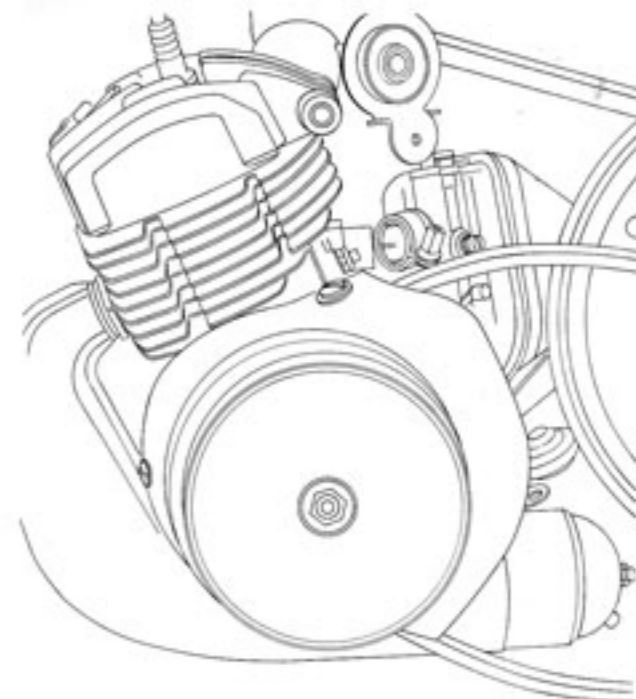

Fig. 4
- Placer le moteur de biais et le déposer (Fig. 4).